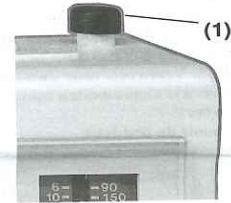
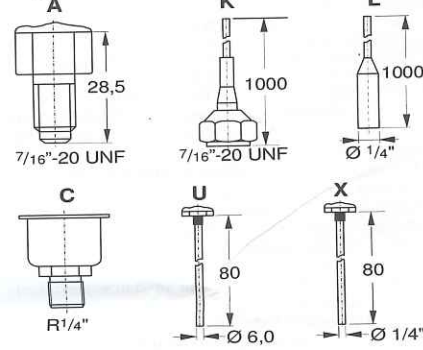

Fig. 6b
Fig. 4
- Reset Manuale (interno): rimuovere l'involucro di plastica e premere il pulsante di reset (2) come da fig. 6b.
- Reset universale: rimuovere l'involucro e posizionare l'interruttore nella posizione desiderata (reset manuale (3) o automatico(4)).
Leva di controllo (5) (fig. 4)